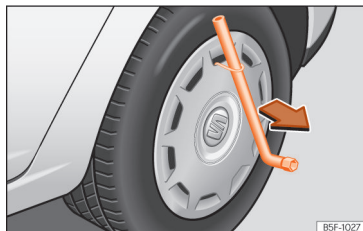

Fig. 238 Retire o tampão integral.
- Introduza a chave de roda através do gancho, apoie-a no pneu e retire o embelezador »» Fig. 238.